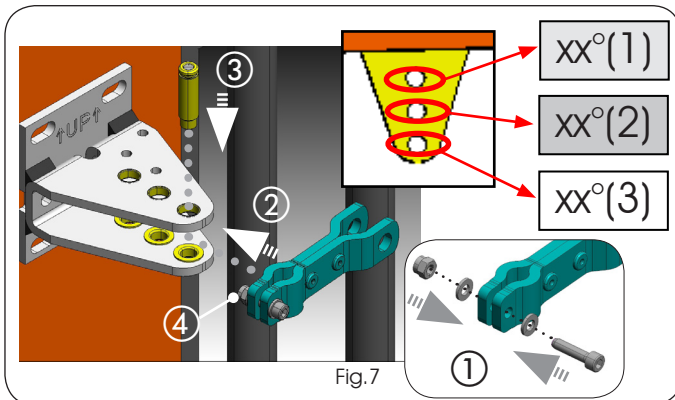

Fig.7
2. Pré-assembler la fourche (Fig. 7 réf. A) sans serrer l'écrou. Après avoir défini le trou de fixation sur la bride arrière (voir le tableau 1, les encadrés blancs ou gris), monter la fourche (Fig. 7 réf. B). Fixer en place en insérant l'axe spéciale (Fig. 7 réf. C), puis serrer l'écrou (Fig. 7 réf. D).